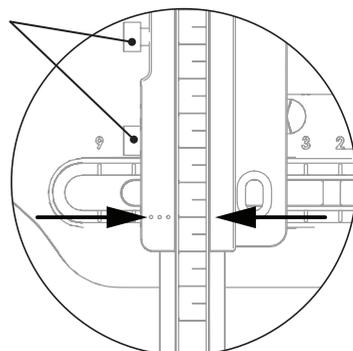

Fig. 15
Merk... Skalaen på sideskinnene leses av der de tre prikkene på den faste skinnen (se pilen) passer med skalaen på den forlengbare skinnen. Se Fig. 15. Eksempelet viser en medial nedre sideskinne som er stilt til 3 cm over minste forlengelse. Dette tilsvarer en høyde av midtpunktet til enhetens kne på: 42,5 cm (element B i avsnitt 3.2, Fig. 3) + 3 cm (avlesning på sideskinne) = 45,5 cm over fotsålen eller = 47,5 cm over bakkenivå.
3. Sjekk at skalaene på medial og lateral side er like (se Fig. 15). Juster om nødvendig, og stram låseskruene for forlengelse til 5 Nm.